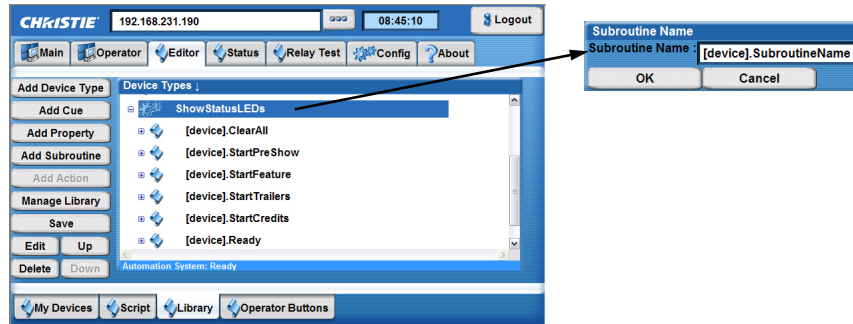

图 3-24 向库添加子程序
- 在“子程序名称”(Subroutine Name) 窗口中键入子程序名（图 3-24）。